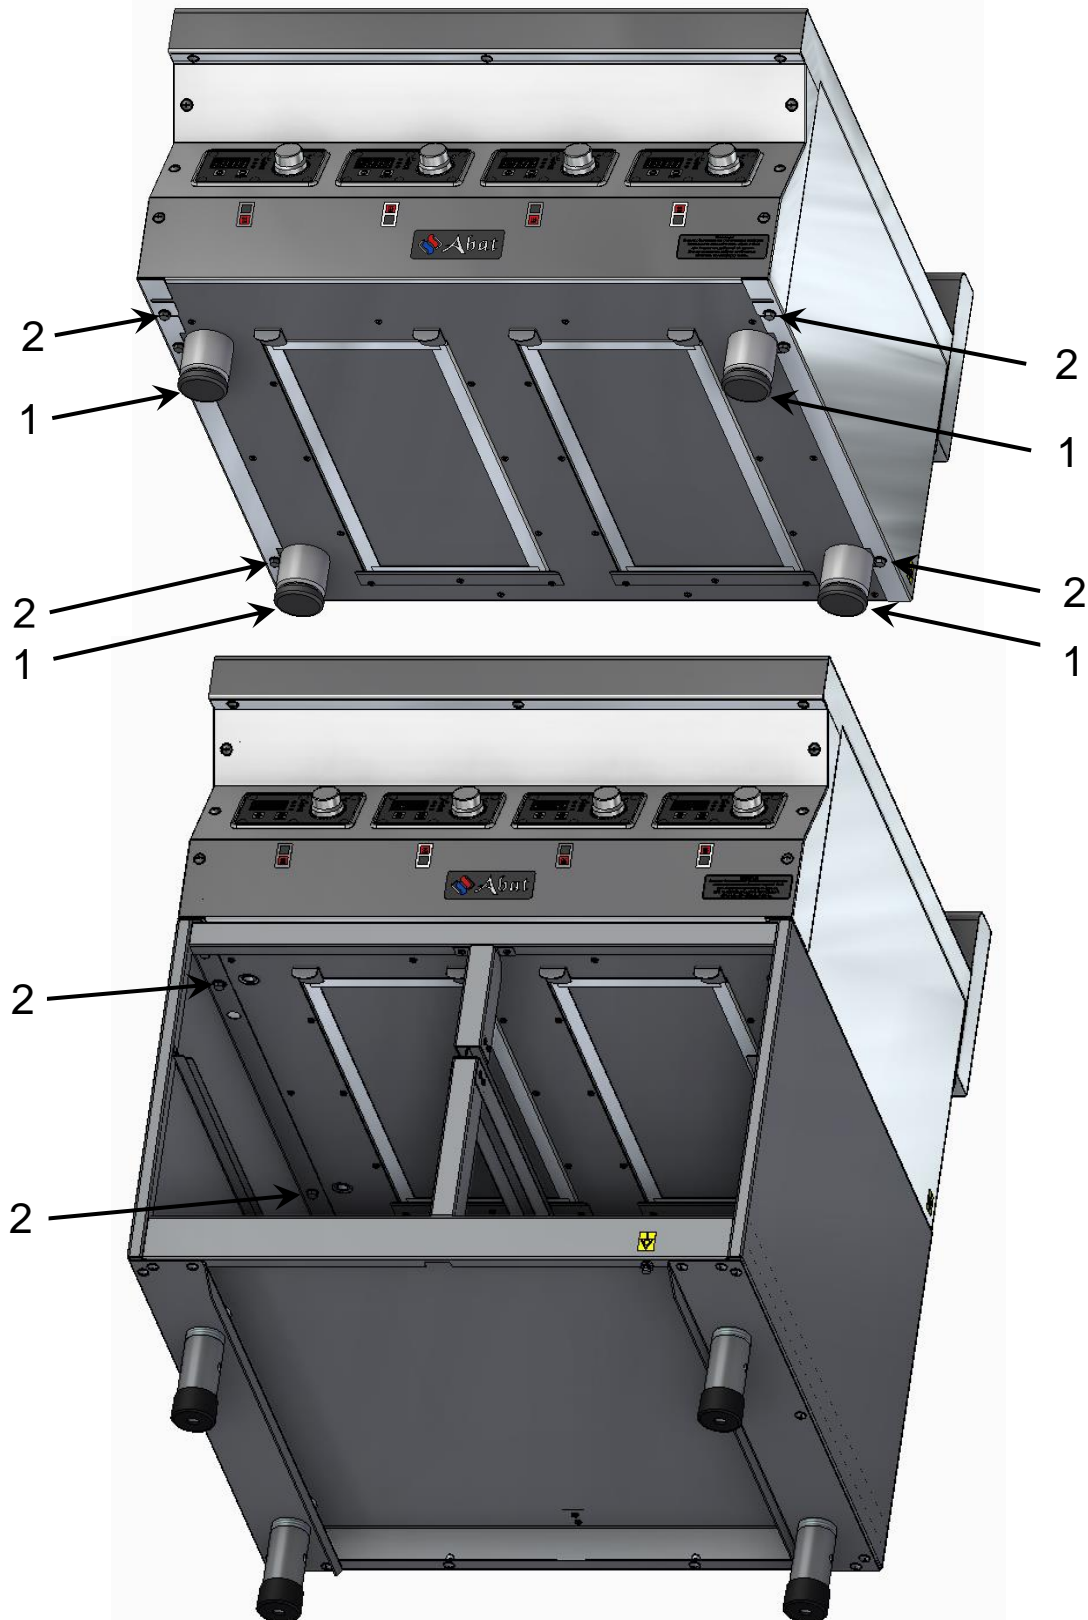

Рис. 6. Установка плит КИП-47Н-3,5 и КИП-47Н-5,0 на подставку (модуль нижний) МН-04
- установить плиту на подставку (модуль нижний) **МН-04** и, совместив отверстия в нижней панели плиты с отверстиями в подставке, завернуть ранее демонтированные болты (поз.2) (**рис. 6**).